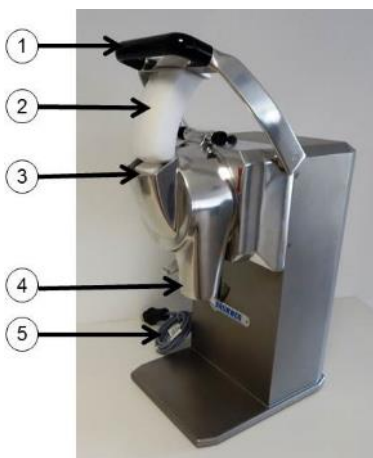

Abbildung 8: Käsereiben
Zuerst muss die Käseibe HLR am Ein/Aus Schalter ausgeschaltet werden. Wie beim einsetzen des Reibkorbes wird der Schwenkebel nach hinten geklappt. Drücken Sie den Verschlusshalter nach unten um das Reibgehäuse zu öffnen und schwenken es in die obere Position. Der Reibkorb wird abgezogen. Zusätzlich kann das Reibgehäuse demontiert werden. Lösen Sie dazu die Rändelschraube (1) in Abbildung 8 und ziehen die Scharnierwelle (2) heraus. Der Arbeitsbereich und die demontierten Einzelteile können nun problemlos gereinigt werden.